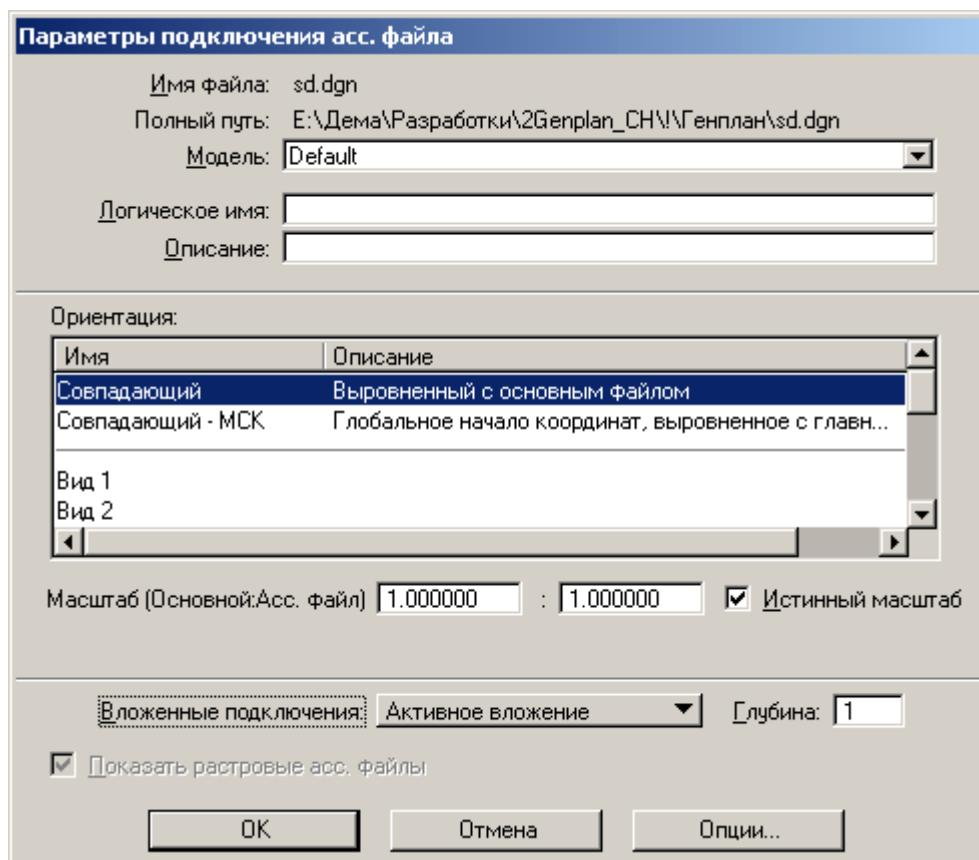

рис. 120
После нажатия на кнопку *OK*, появится новое диалоговое окно (рис. 120), в котором можно задать логическое имя и описание подключаемому файлу, иначе он будет называться также, как файл. Также можно выбрать, какую модель и какой вид этой модели подключить, задать масштаб подключаемого файла. Если подключаемый файл уже имеет ассоциированные или растровые файлы, то в этом диалоге можно установить, сохранять эти подключения или нет.
В появившемся диалоговом окне (рис. 120) можете ничего не вводить, просто нажать кнопку *OK*. Ассоциированный файл подключился. Вы его можете полностью увидеть, нажав пиктограмму *Вписывание вида*.
- В модели чертежа подключить ассоциированный файл сам к себе, сделав в диалоге *Параметры подключения acc. файла* (рис. 120) следующие установки: